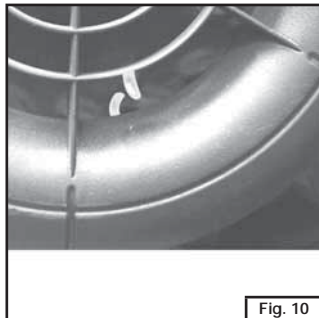

Fig. 10
- Portare l'albero motore al punto morto superiore servendosi di una chiave a T inserita nel dado centrale del variatore. Per verificare l'esatta posizione del punto morto superiore bisogna allineare l'aletta della ventola di raffreddamento con la tacca presente sul convogliatore aria (Fig. 10).
- Bring the crankshaft to top dead centre by inserting a T wrench in the variator central nut. To check the exact position of top dead centre you have to align the blade of the cooling fan with the notch on the air conveyor (Fig. 10).
- Déplacez le vilebrequin au point mort haut en vous servant d'une clé avec manche en T introduite dans l'écrou central du variateur. Pour vérifier la position exacte du point mort haut, vous devez aligner l'ailette du ventilateur de refroidissement avec le cran sur le convoyeur d'air. (Fig. 10).
tendicatena e controllare che la corona dentata sia allineata al riferimento sul supporto eventualmente spostare la catena di distribuzione di un dente in più o in meno sulla corona dentata. Fare attenzione e controllare spesso che durante la messa in fase dell'albero a camme non si muova l'albero motore, dalla posizione indicata dai due riferimenti allineati come in **Fig. 10**.
- Con una chiave a bussola con manico a T, agendo sul dado presente sull'albero motore e che fissa il variatore, far compiere all'albero motore 4-5 giri completi e riportarlo al punto morto superiore allineando i riferimenti della **Fig. 10** e controllare che la corona dentata della catena di distribuzione sia ancora allineata con il riferimento sulla testa. Se durante la rotazione l'albero motore si dovesse bloccare, non tentare assolutamente di forzarlo, ma controllare la messa in fase della distribuzione che evidentemente non é stata eseguita correttamente e rifarla seguendo scrupolosamente la procedura suindicata.
- Be careful to check often to ensure that the crankshaft is not moving during the timing of the camshaft from the position indicated by the two reference marks aligned as shown in **Fig. 10**.
- Using a socket wrench with a T-shaped handle, and intervening on the nut found on the crankshaft and that fastens the variator unit, make all the engine have 4-5 complete revolutions and bring it back to the top dead centre, aligning the references shown in **Fig. 10** and check to ensure that the gearing chain crown gear has remained aligned with the reference mark on the head. If the crankshaft is blocked during the rotation, do not attempt absolutely to force it under any circumstances. Check the timing of the timing system, which evidently was not performed properly. Then repeat the timing process and follow meticulously the procedure indicated here above.
- After having checked to ensure that the crankshaft is at the top dead centre (Fig. 10), check and if necessary correct the exhaust and intake valve for the proper clearance. The value clearance is specified in the table entitled "Assembly data". For valve clearance adjustment, you need
chaîne et contrôlez que la couronne dentée soit alignée avec le repère 2V se trouvant sur la culasse. Eventuellement, déplacez la chaîne de distribution d'une dent en plus ou en moins sur la couronne dentée. Contrôlez souvent que, pendant la mise en phase de l'arbre à cames, le vilebrequin ne bouge pas de la position indiquée par les deux repères alignés (**Fig. 10**).
- Avec une clé à douille mâle à béquille, agir sur l'écrou de l'arbre à cames qui fixe le groupe variateur et faites faire 4-5 tours complets au vilebrequin, puis remettez-le au point mort haut en alignant les repères de la Fig. 10; contrôlez que la couronne dentée de la chaîne de distribution soit encore alignée avec le repère. Si, pendant la rotation, le vilebrequin se bloque, vous ne devez absolument essayer de le forcer mais contrôlez la mise en phase de la distribution car il est évident qu'elle n'a pas été exécutée correctement, et refaites-la en suivant scrupuleusement la procédure décrite précédemment.
- Dopo aver verificato che l'albero motore si trovi al punto morto superiore (Fig. 10), controllare ed eventualmente ripristinare, il corretto gioco valvola di scarico e di aspirazione. Il valore del gioco delle valvole é indicato nella tabella "Dati montaggio". Per ripristinare il gioco valvole servirsi di uno spessimetro e delle viti di registro presenti sui bilanceri.
- Après avoir vérifié que le vilebrequin du moteur se trouve au point mort haut (Fig. 10), contrôlez et éventuellement rétablissez le jeu correct de la soupape d'échappement et d'admission. La valeur du jeu des soupapes est indiquée dans le tableau "Données de montage". Pour rétablir le jeu des soupapes, utilisez une jauge d'épaisseur et les vis de réglage se trouvant sur les balanciers.